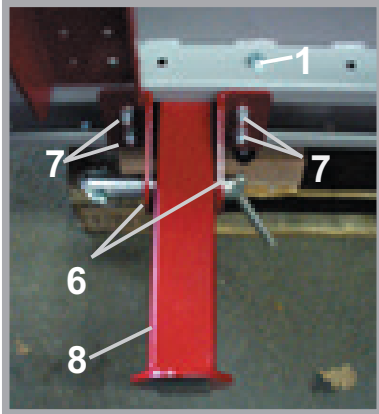

Abb. 4
Baugruppe Unterlenkeraufnahme rechts und links (6) in die untere Kufe einschieben, auf gewünschte Breite einstellen und mit Sechskantmutter (1) gegen Verschieben sichern, (siehe Abb. 4). Die Baugruppe Unterlenkeraufnahme (6) mit 4 Stück Muttern (7) befestigen (siehe Abb. 4).
- Abstützung (8) aus Unterlenkeraufnahme entfernen (siehe Abb. 4)